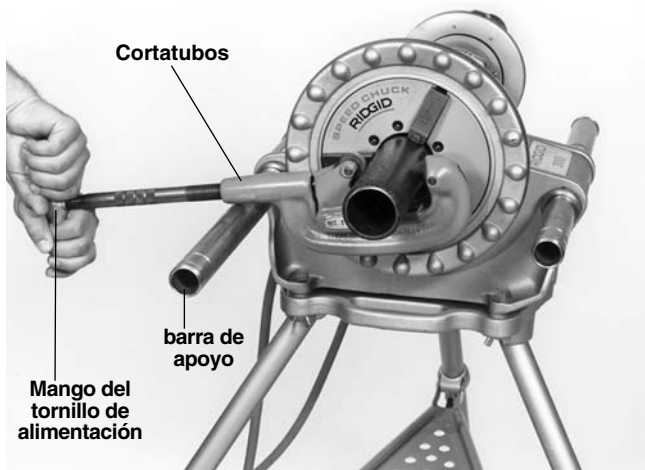

Figura 5 – Corte de un tubo con una cortadora o cortatubos manual
2. Alinee las ruedas de corte con la marca en el tubo y pose el cuerpo del cortatubos sobre la barra de apoyo izquierda (*Figura 5*). Con la mano apriete el cortatubos contra la pieza de trabajo haciendo uso del mango del tornillo de alimentación, mientras mantiene las ruedas del cortatubos alineadas con la marca.
5. Agarre el mango del tornillo de alimentación de la cortadora con ambas manos (*Figura 5*) y con su pie izquierdo baje y mantenga oprimido el interruptor de pie.